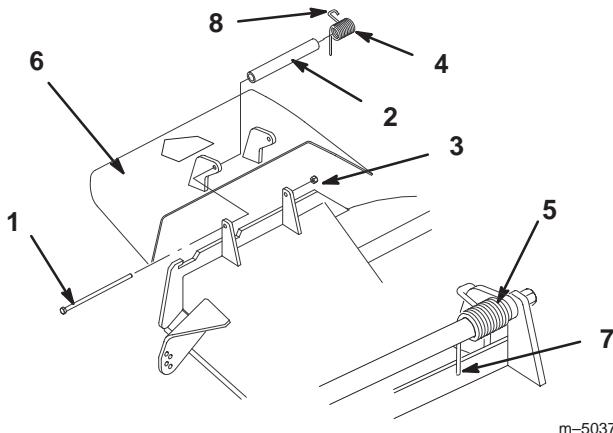

Figure 60
1. Retirez le contre-écrou, le boulon, le ressort et l'entretoise qui fixent le déflecteur aux supports de pivot (Fig. 60). Enlevez le déflecteur s'il est endommagé ou usé.
Remarque : Prenez soin de placer l'extrémité droite du ressort derrière le bord du plateau avant de mettre le boulon en place, comme indiqué à la Figure 60.
3. Remettez le boulon et l'écrou. Accrochez l'extrémité crochue du ressort au déflecteur d'herbe (Fig. 60).